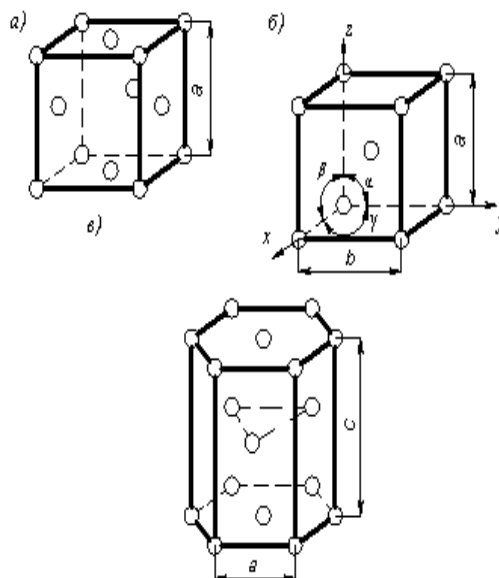

Рисунок 2. Кристаллические решётки: а – гранецентрированный куб (ОЦК); б – объемноцентрированный куб (ГЦК); в- гексагональная плотно упакованная (ГПУ)
Стремление атомов металла занять места, наиболее близкие друг к другу, приводит к образованию решеток других типов (рис. 2.):
- объёмноцентрированной кубической решётки (ОЦК) (рис.2.а) с параметром
- гранецентрированной кубической решётки (ГЦК) (рис.2.б) с параметром
- гексагональной плотно упакованной решётки (ГПУ) (рис.2.в) с параметром